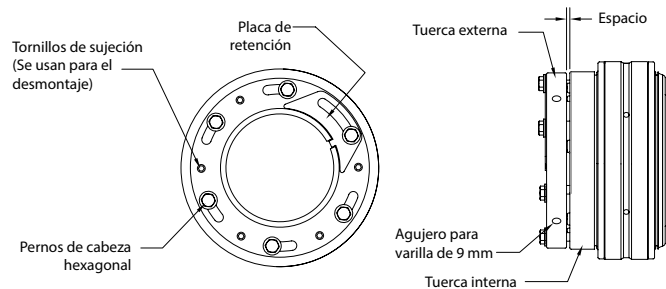
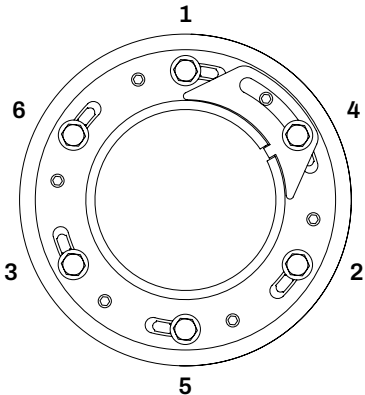

Figura 1. Rodamiento con tuerca doble como se envía con el espacio presente
Figura 5. Patrón de estrella para una instalación correcta
El conjunto de la tuerca de seguridad se compone de una tuerca externa y una tuerca interna. El rodamiento se envía con un espacio presente entre las dos tuercas. Las dos tuercas deben conservar este espacio antes de montar el rodamiento. La configuración de doble tuerca antes de la instalación se muestra en la figura 1. Anote la posición de las ranuras de las tuercas externas en relación con los pernos de cabeza hexagonal.
7. En este momento los espárragos maquinados, que se utilizaron para crear el espacio, se han colocado en el interior de las ranuras alargadas y las dos tuercas pueden jalarse al mismo tiempo, con lo cual se instala el rodamiento en el eje. **Si la tuerca externa se mueve durante este paso, es indispensable volver a colocar el ensamble de la tuerca de modo que la tuerca externa se posicione en la marca de alineación que dibujó en el paso 4 antes de continuar con el siguiente paso.** Apriete gradualmente los pernos de cabeza hexagonal en un patrón de estrella, como se muestra en la figura 5, hasta que la tuerca externa se asiente firmemente contra la tuerca interna y el espacio se cierre por completo como se muestra en el figura 3 (sin alcanzar aún el torque total).
8. Retire el perno de cabeza hexagonal que esté más cercano a la ranura en el adaptador. Es posible que aparezca un espacio pequeño entre las dos tuercas cuando se retire el perno de cabeza hexagonal. Esto es algo normal y el espacio se cerrará cuando vuelva a instalar el perno de cabeza hexagonal. Instale la placa de retención de modo que la lengüeta encaje en la ranura del adaptador. Si la placa de retención no se alinea con los dos orificios, puede voltearse para que encaje como se muestra en la figura 1. Vuelva a instalar el perno de cabeza hexagonal para sujetar la placa de retención. **Use un patrón de estrella, como se muestra en la figura 5, para ajustar al torque los pernos de cabeza hexagonal según los valores que se muestran en la tabla 1.** Se considera una mejor práctica apretar inicialmente los pernos de cabeza hexagonal un 50 % del torque total, luego apretar nuevamente al 100 % del torque total (use un patrón de estrella en estas dos ocasiones).